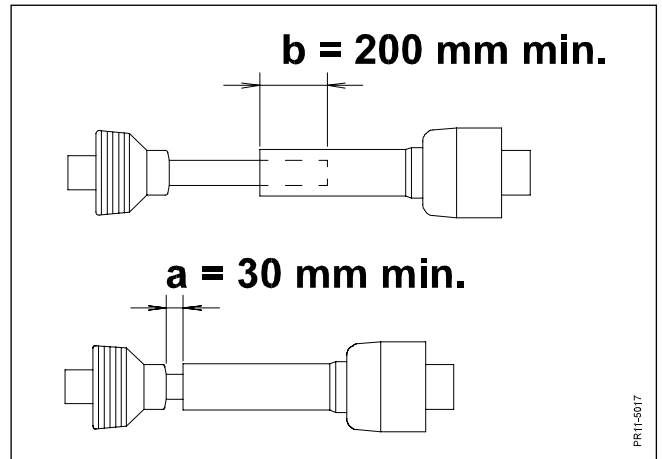

Fig. 2-19
- Fig. 2-19 9) Die Gelenkwelle in der Länge so anpassen, daß diese: